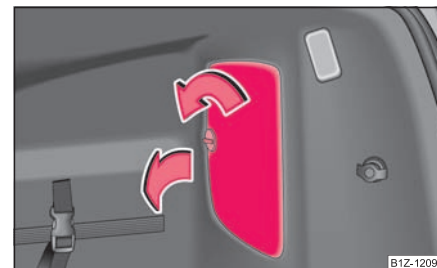

Fig. 252 Maletero: Cubierta para el soporte de lámpara
- Desenclave el seguro y abra la cubierta del soporte de lámpara ⇒ fig. 252.
⇒ página 275, fig. 252.